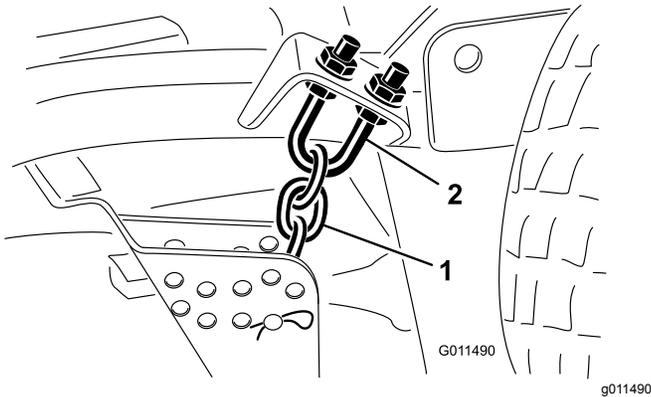

Figura 72
1. Afloje las contratuercas de la parte superior o inferior del perno en U de la cadena de altura de corte (Figura 72).